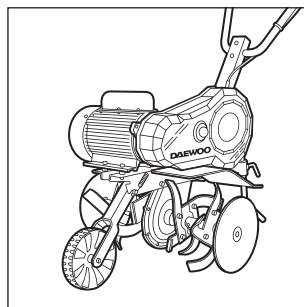

Рис. 2.2
- нижнее положение для транспортировки (рис. 2.2).